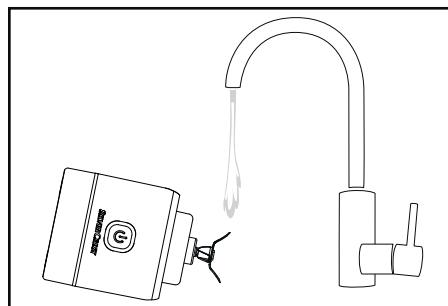

Fig. 2
- PRUDENCE !** La lame en croix ⑤ est extrêmement tranchante ! Procédez de ce fait avec la plus grande prudence lors du nettoyage.
- Essuyez le bloc-moteur ⑨ à l'aide d'un chiffon humide.
- Pour éliminer les salissures légères, remplissez le gobelet ④ d'eau tiède avec une goutte de liquide vaisselle jusqu'au repère MAX. Faites fonctionner l'appareil pendant environ 30 secondes comme décrit au chapitre **Utilisation**. Dévissez ensuite le bloc moteur ⑨ et videz l'eau de rinçage du gobelet ④.
- Rincez uniquement la lame en croix ⑤ avec précaution, si nécessaire avec une brosse à vaisselle, sous l'eau courante. Veillez alors à ce que l'eau ne coule pas sur le bloc moteur ⑨ et ne plongez pas l'appareil dans l'eau ! Inclinez l'appareil de manière à ce que seule la lame en croix ⑤ s'engage dans le jet d'eau (voir fig. 2). Les salissures se détachent plus facilement si le nettoyage est effectué directement après l'utilisation.